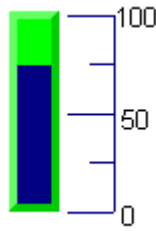

Figura 9: Exemplo mostrando o **Bar Graph** com o **Scale**
**Goto Display Button**  - Este objeto direciona para outro display (Ver como criar um novo display no item 2.2). Na aba **General** pode-se configurar o Display destino.
**Bar Graph**  - Este objeto funciona como um gráfico para mostrar o nível de uma Tag. Seus valores máximo e mínimo podem ser configurados na aba **General**. Ver figura 9.
**Scale**  - Este objeto é uma escala. Podendo editar apenas quantidade de divisões e subdivisões. Utilize o objeto Text para indicar os valores de cada divisão, como pode ser visto na figura 9.